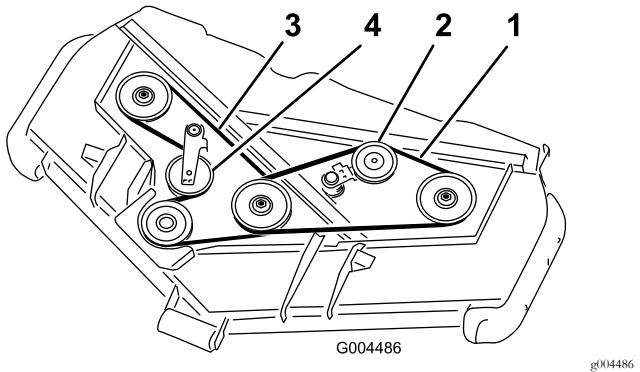

图18
3. 使用呆套筒扳手或类似工具将顶部皮带的怠轮皮带轮 图18 移离顶部传动皮带以放松皮带的张紧力并让皮带滑离皮带轮。
4. 如图18 所示绕着齿轮箱皮带轮、底部花键皮带轮和怠轮皮带轮组件摆放新皮带。
5. 如图18 所示绕着顶部花键皮带轮和怠轮皮带轮组件摆放新皮带。